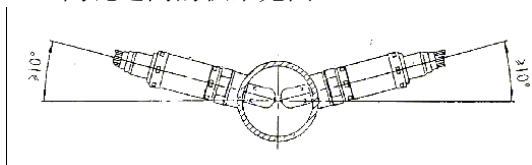

图3-16 氧传感器的安装方案
- 氧传感器应当安装成跟水平面的夹角大于等于10度(电子接插件朝上)，这样能防止冷凝水在传感器外壳与传感器陶瓷之间的积聚见图3-16。